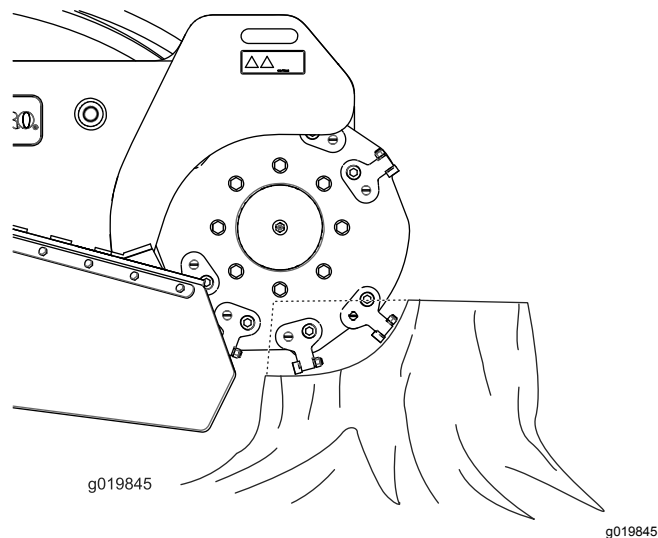

図 20
2. グラインダ制御レバーと走行コントロールを使って、グラインダを切り株の表面から 2.5 cm 程度低い高さに位置決めする 図 20。
4. グラインダ制御レバーを使って、グラインダで切り株の表面をゆっくりと掃くように移動させて切削を開始する 図 20。